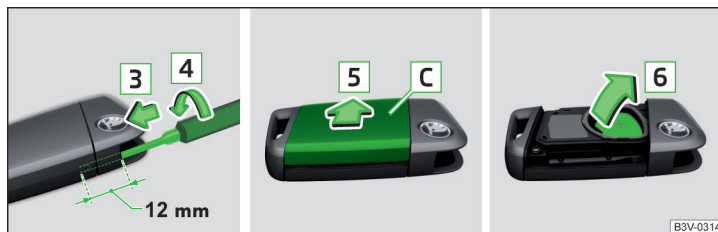

Abb. 358 Abdeckung lösen / Batterie herausnehmen
- Einen schmalen Schlitzschraubendreher (3 mm breit) ungefähr 12 mm in die entstandene Öffnung in Pfeilrichtung **3** einschieben » Abb. 358.